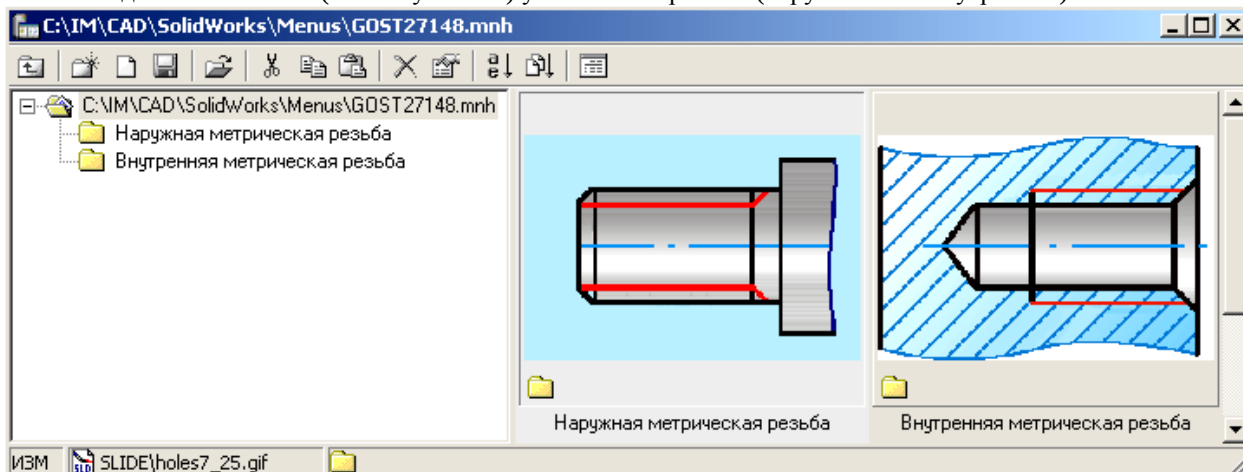

Рисунок 4.1
2. В диалоговом окне (см. Рисунок 4.1) укажите тип резьбы (наружная или внутренняя):